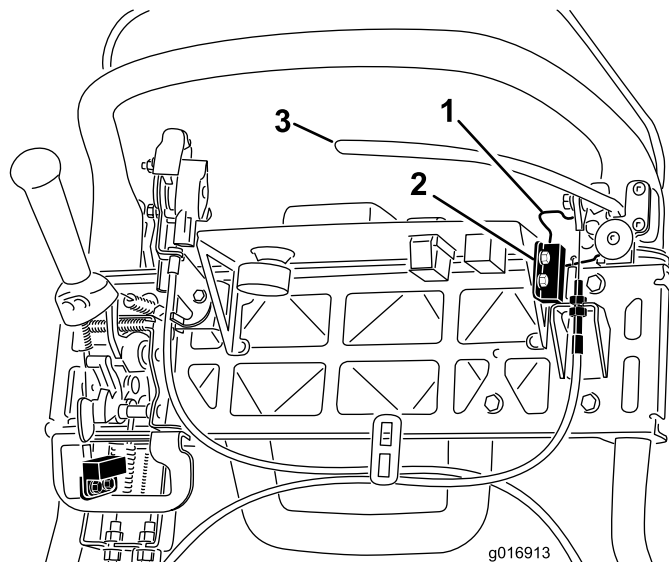

Figura 39
4. Desaperte as juntas de montagem do interruptor de segurança (Figura 39).
5. Coloque uma cunha de 1,6 mm entre o bloqueio do travão de estacionamento e o interruptor de segurança (Figura 39).